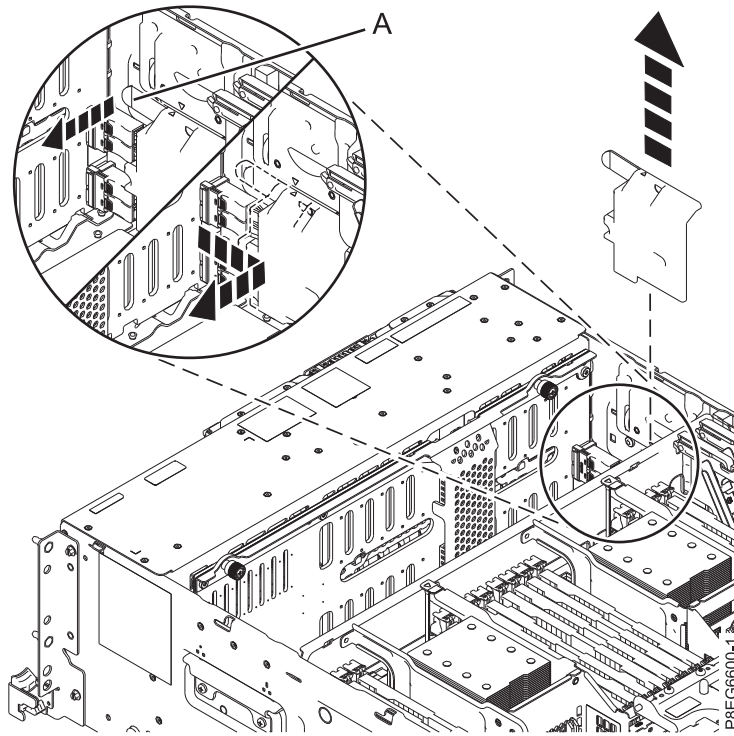

Figura 2. Removendo a tampa do cabo SAS
3. Remova a tampa do cabo SAS frontal. Segure pela alça (A) e puxe para fora do lado do sistema; em seguida, deslize a tampa em direção à parte traseira para removê-la conforme mostrado na Figura 2 na página 5